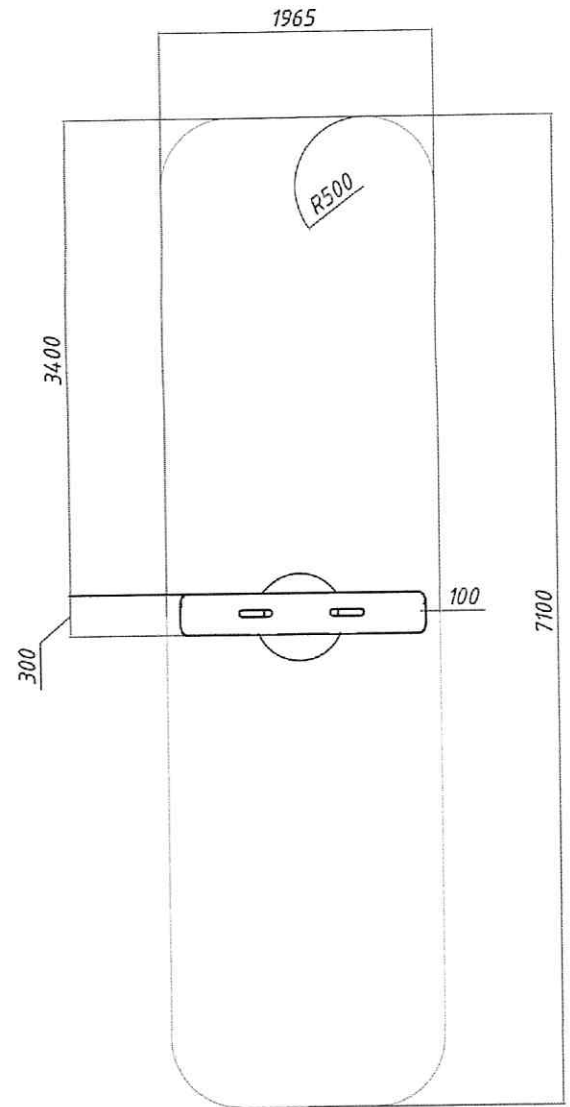

Рис. 2. Зона безопасности
15.8. В зоне приземления, (см. рис.2), должно быть ударопоглощающее покрытие